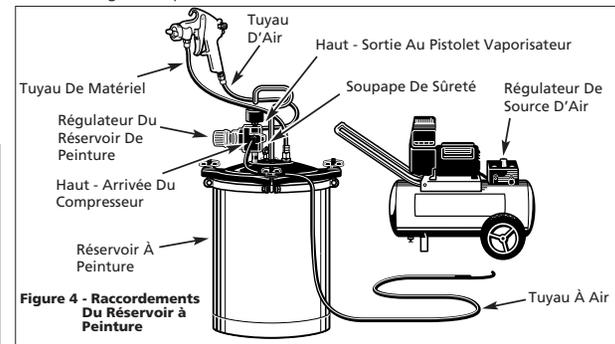

Figure 4 - Raccords Du Réservoir à Peinture
peinture sans arrêt. Ceci permet aussi que le pistolet puisse être tenu dans n'importe quelle position pendant la pulvérisation sans renverser la peinture. Les raccords corrects pour l'utilisation avec un réservoir de peinture pressurisé sont illustrés dans la Figure 4. Se référer aux illustrations fournies avec le réservoir de peinture pour les raccords et l'usage. **NE PAS UTILISER UN RÉSERVOIR POUR PEINTURE SANS LIRE CES DIRECTIVES.**
6. Le bouton de soupape pression/siphon doit être serré au sens des aiguilles d'une montre (en direction S) lorsque vous utiliser un réservoir à peinture pressurisé, comme illustré dans la figure 4. Ceci empêche l'échappement d'air pressurisé de l'orifice de soupape de pression du godet lorsque le godet n'est pas utilisé.